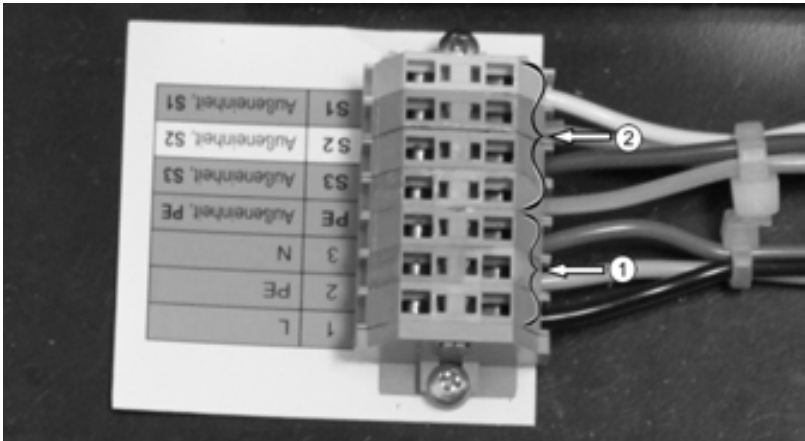

Abb. 37: Die Spannungsversorgung (Normaltarif) an der Netzklemme ① des Kessels anschließen.
Legende zu Abb. 37:
Die Außeneinheit mit einer 4-poligen Steuerleitung an den Klemmblock Netzklemme ① (siehe Abb. 37) anschließen und mit der Außeneinheit an den Anschlussklemmen ③ verbinden. Die Kontakte dürfen nicht vertauscht werden.